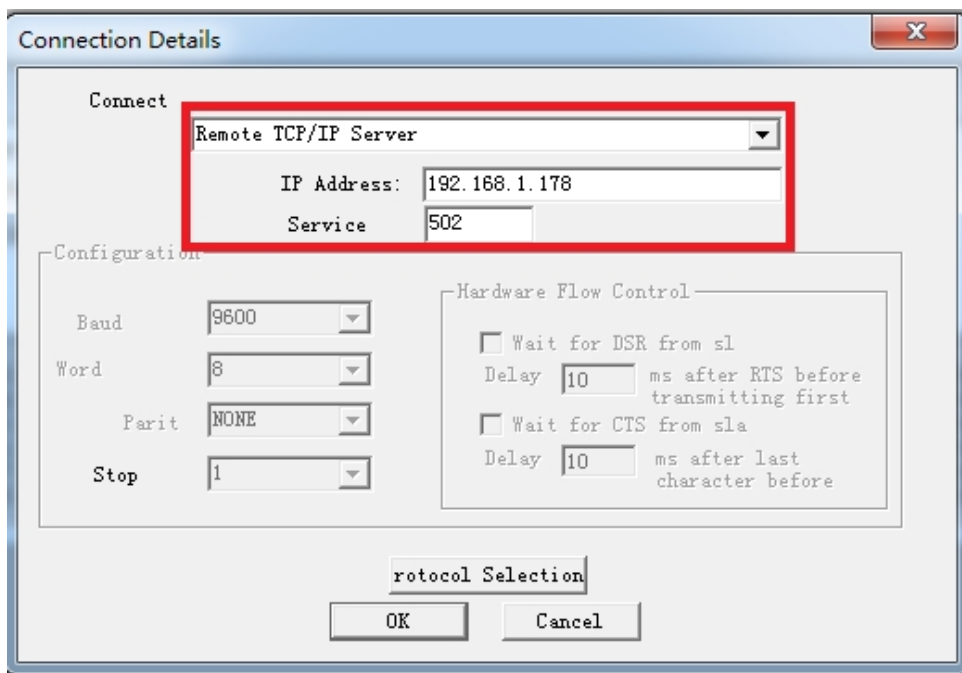

图 1
2. 选择菜单 Connection/Connect，选择 Remote TCP/IP Server，输入 TK 6000-FB 的 IP 地址，Service 端口为 502；点击[OK]按钮，如图 1 所示。